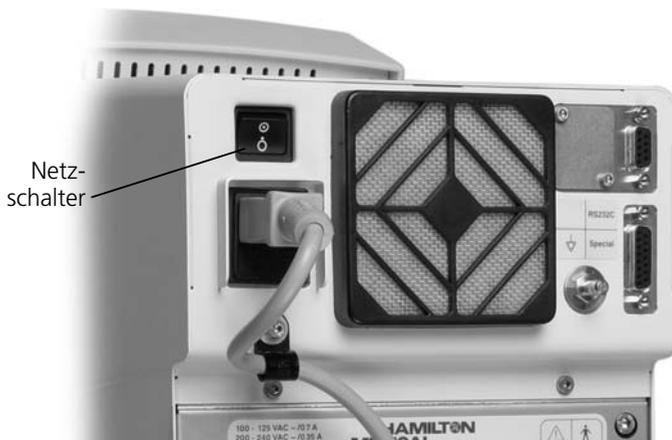

Abbildung 2-16. Netzschalter
1. Schalten Sie das Beatmungsgerät mit dem Netzschalter ein (Abbildung 2-16).